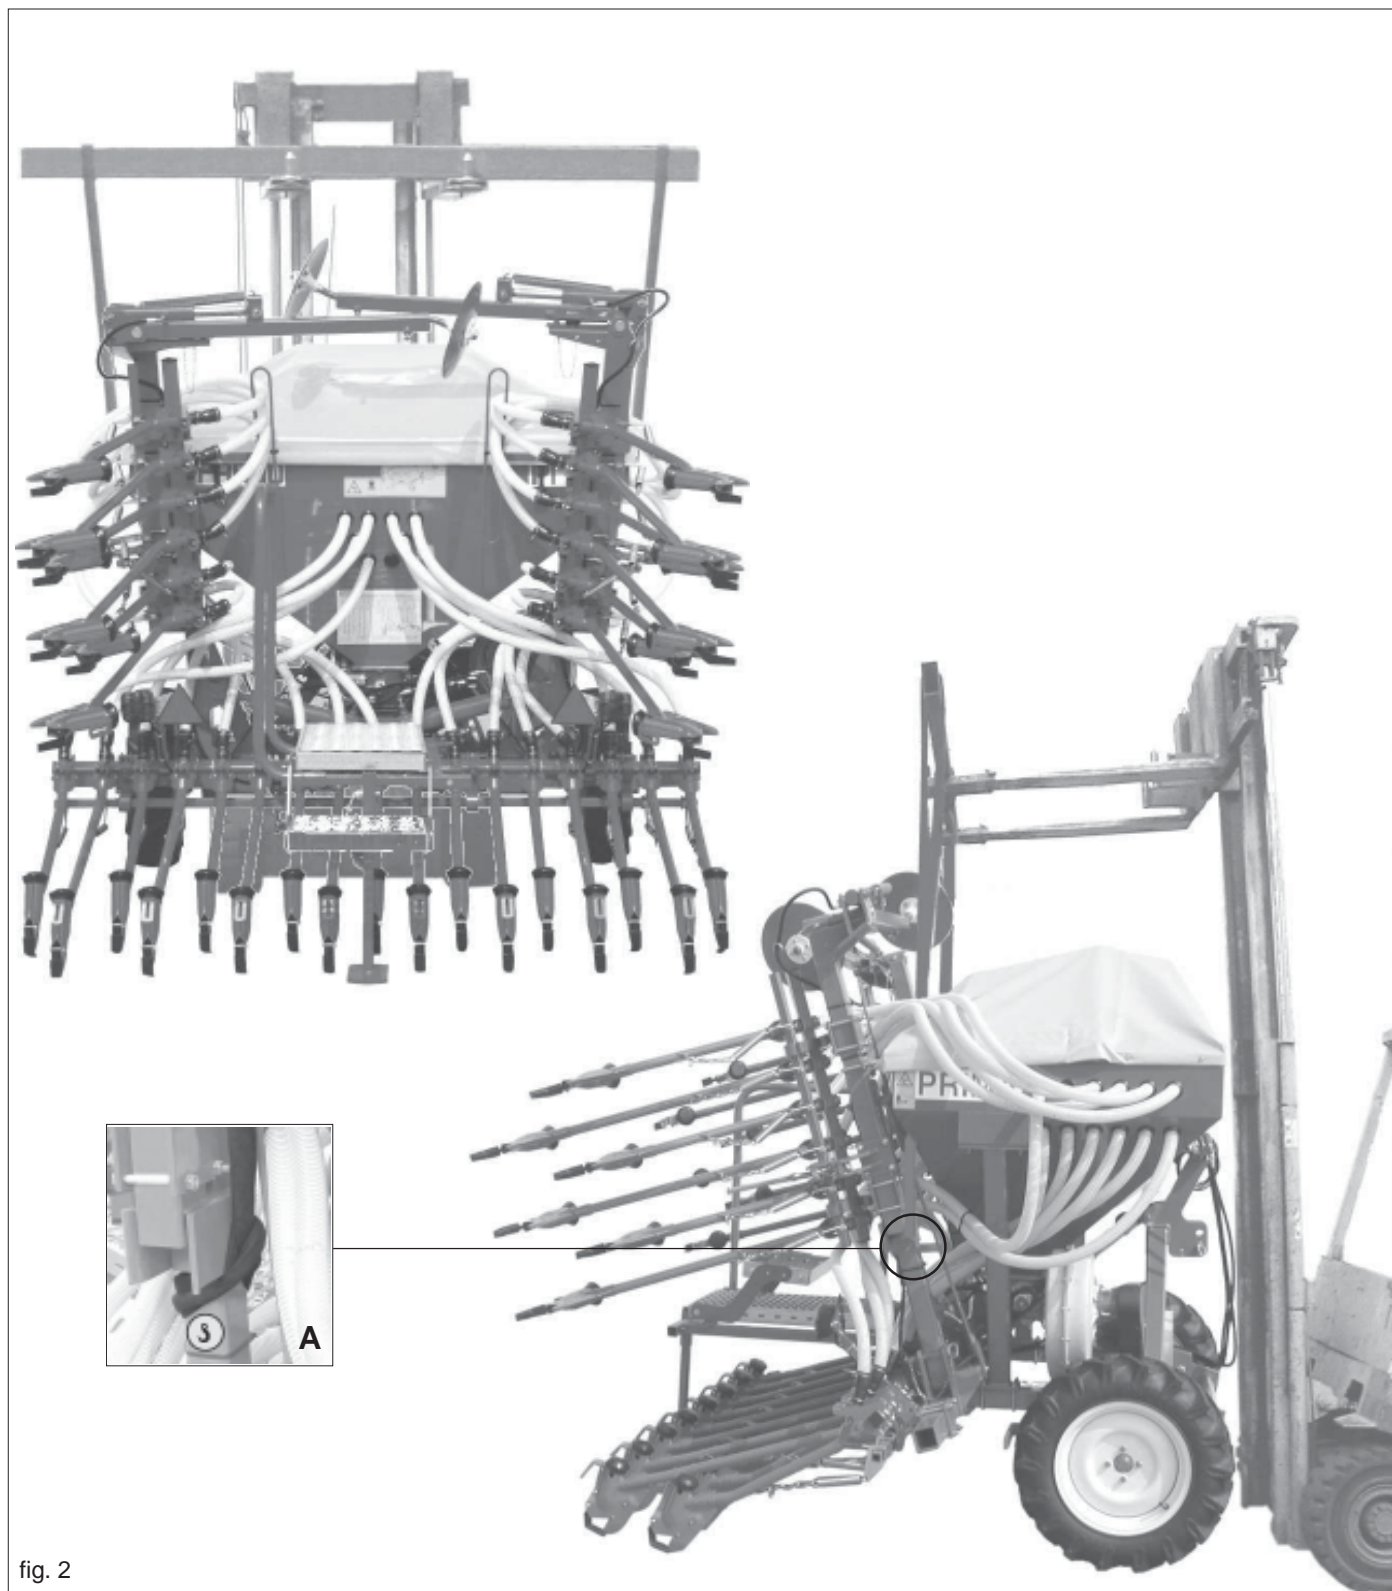

fig. 2
In caso di movimentazione della macchina, è necessario sollevare la stessa agganciandola agli attacchi appositi (A) (Fig. 2) con paranco o gru idonei e di sufficiente portata.